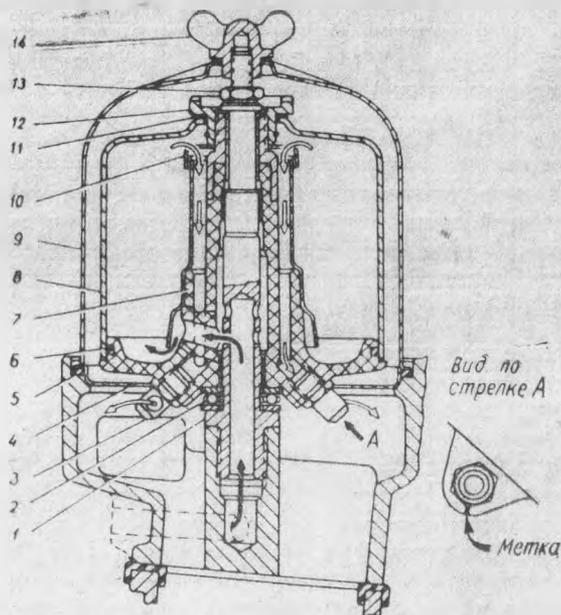

Рис. 11. Фильтр центробежной очистки масла.
**Фильтр центробежной очистки масла** имеет ротор 7 (рис. 11), свободно вращающийся под действием реактивной струи масла, выбрасываемого под давлением через два жиклера 3. При вращении ротора тяжелые частицы, загрязняющие масло, отбрасываются на стенки кожуха 8, на котором и оседают. Далее масло проходит через сетку 10 и, очищенное, выбрасываясь из жиклера 3, стекает в картер двигателя.